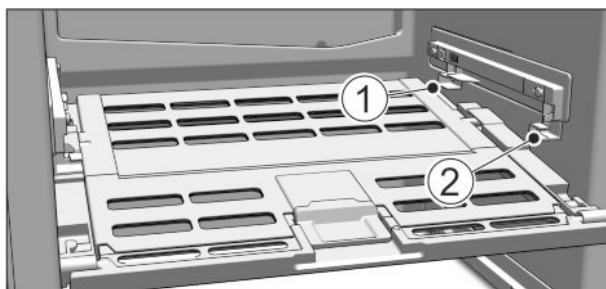

Fig. 10
- Wkładanie pokrywy Fruit & Vegetable-Safe: Ramiona pokrywy wprowadzić od dołu do tylnego uchwyty Fig. 10 (1) i zająć z przodu w uchwycie Fig. 10 (2).